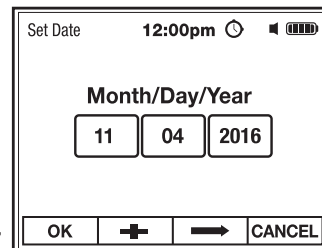

Fig. 27
2. Utilice el botón de función **F2 +** para establecer un valor numérico (resaltado en rojo), (Fig. 27).
3. Utilice el botón **F3** ⇐⇒ para seleccionar Mes, Día o Año (Fig. 27).
4. Pulse la tecla **F1 OK** para guardar la configuración y volver al Menú de Fecha/Hora (Fig. 27).